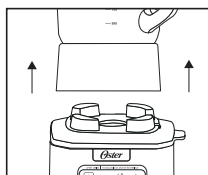

Fig. 20
1. Soulever le bocal de la base directement vers le haut, retirer le couvercle et vider le bocal. (Fig. 20)